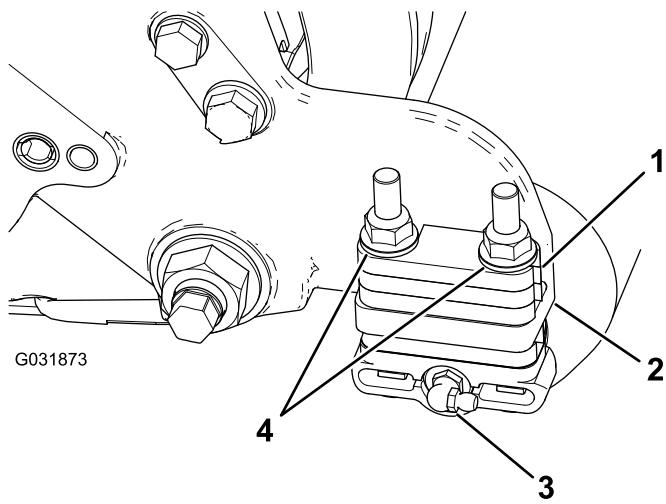

Figure 7
1. Déposez le graisseur du rouleau sur le côté de l'unité de coupe sur lequel est fixé le carter de brosse (Figure 7).
- Retirez les 2 contre-écrous à embase qui fixent chaque support de rouleau aux plaques latérales (Figure 7).